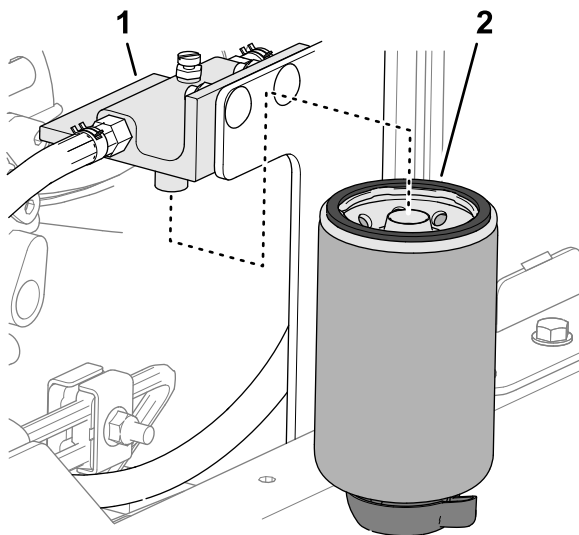

Figura 84
2. Limpie la cabeza del filtro y el cartucho del filtro (Figura 84).